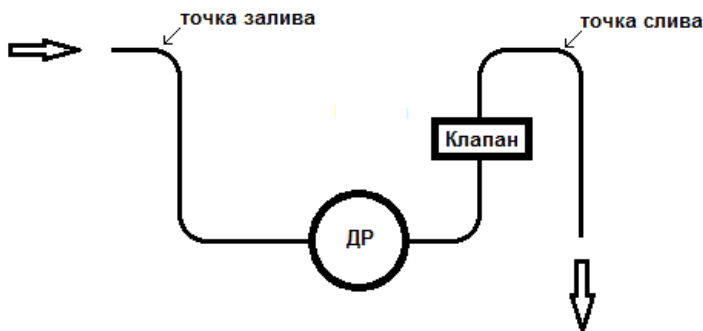

Рис.2
5.3 Убедившись, что направление потока воды соответствует направлению стрелки на корпусе Датчика, установить Датчик на трубопроводе плотно, без перекосов, с тем, чтобы не было протечек при давлении 1 МПа. Датчик можно устанавливать как горизонтально, так и вертикально, но при этом необходимо обеспечивать постоянное заполнение внутренних полостей корпуса водой при любых режимах работы внешнего оборудования, для чего точки перелива должны располагаться выше уровня датчика (см.Рис.2).